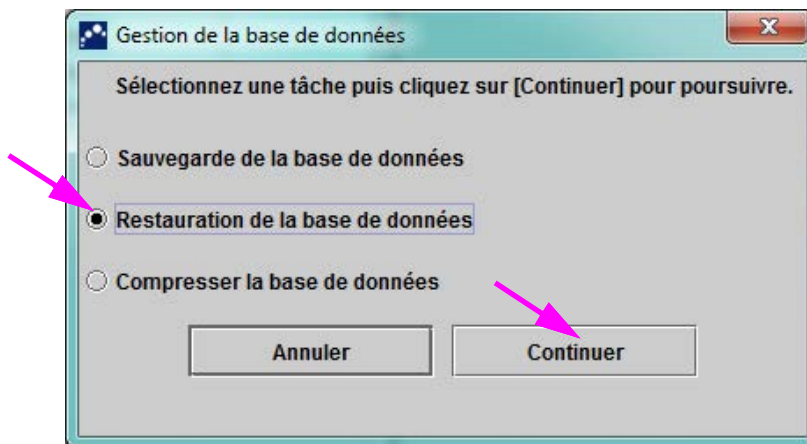

Figure 5-76. Fenêtre Gestion de la base de données
1. Sélectionnez **Restauration de la base de données** dans la fenêtre Gestion de la base de données. Voir Figure 5-76.
9. Cliquez sur **Continuer** dans la boîte de dialogue de confirmation Restauration de la base de données pour continuer, ou cliquez sur **Annuler** pour arrêter et retourner à l'écran Gestion de la base de données (cf. Figure 5-76).
1. Sélectionnez **Compresser la base de données** dans la fenêtre Gestion de la base de données. Voir Figure 5-76.